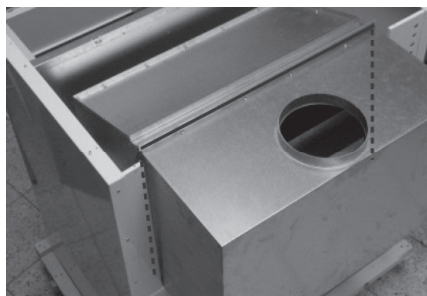

Рис.7
3. Вытянуть часть прерывателя тяги и повернуть его так, что горловина дымохода было в направлении вертикально вверх. Установите часть прерывателя тяги в переходник и закрепите с помощью 10 саморезующих винтов. Линия на рис.7 изображает соединение двух частей прерывателя тяги.